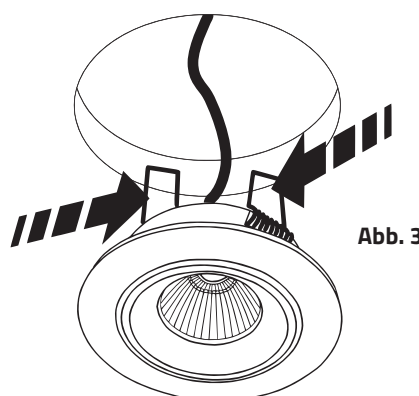

Abb. 3
3. Federn des Einbaustrahlers zusammendrücken und diesen in das ausgesägte Loch einsetzen (Abb.3).